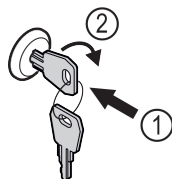

Fig. 146 Exempel
- ▶ Sätt in nyckeln Fig. 146 (1).
- ▶ Vrid nyckeln 90° medurs Fig. 146 (2).